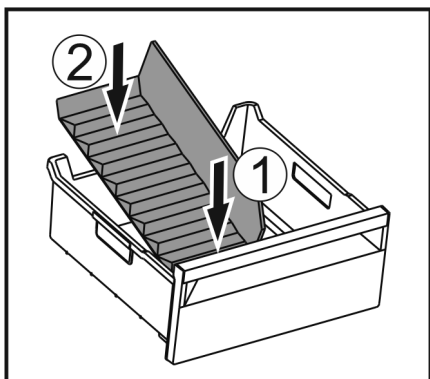

Fig. 127
- Aseta jäälaatikon jakajan etuosa paikalleen. Fig. 127 (1)
- Laske jäälaatikon jakajan takaosa vetolaatikon pohjalle saakka. Fig. 127 (2)